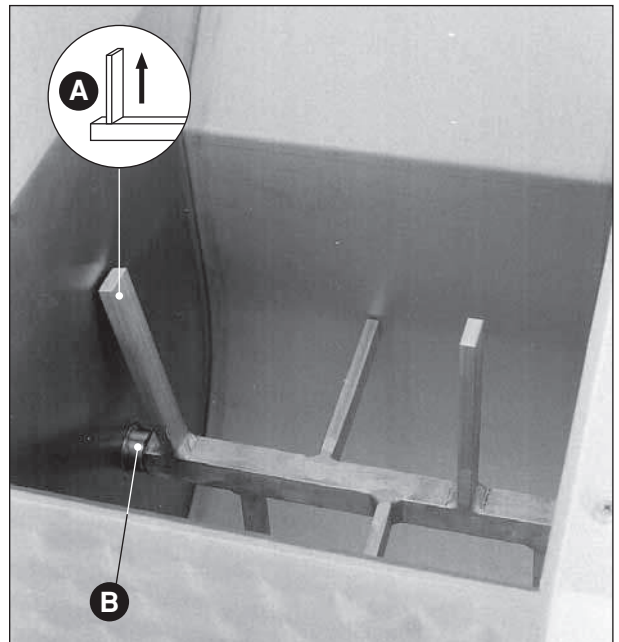

Abb. 35
- Mischgerät: sich versichern, ob der äußere Flügel (**Abb. 35 A**) in der oberen senkrechten Position ist (nur in dieser Position ist die Abnahme des Teils möglich) (**Abb. 35**). Den Mischer abmontieren, indem die äußere bewegliche Halterung (**Abb. 35 B**) abgeschraubt wird, bis der Mischer befreit ist, die Vierkantwelle aus ihrem Sitz herausziehen und gleichzeitig das äußere Ende nach oben drehen. Zur Montage des Teils in die entgegengesetzte Richtung verfahren mit dem Hinweis, die Zentrale der Welle mit der Sprosse der beweglichen Stütze auf eine Linie zu bringen; dann die Halterung anschrauben, ohne diese zu blockieren.